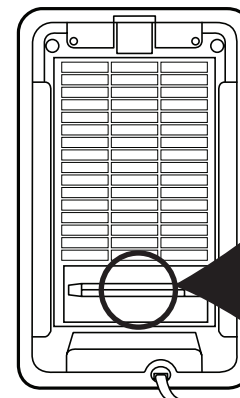

Figure 4
4. Pour retirer le tube UVC, saisissez-le avec précaution en utilisant un chiffon ou un mouchoir en papier propre et tirez dessus horizontalement pour le dégager de l'appareil (Figure 4).